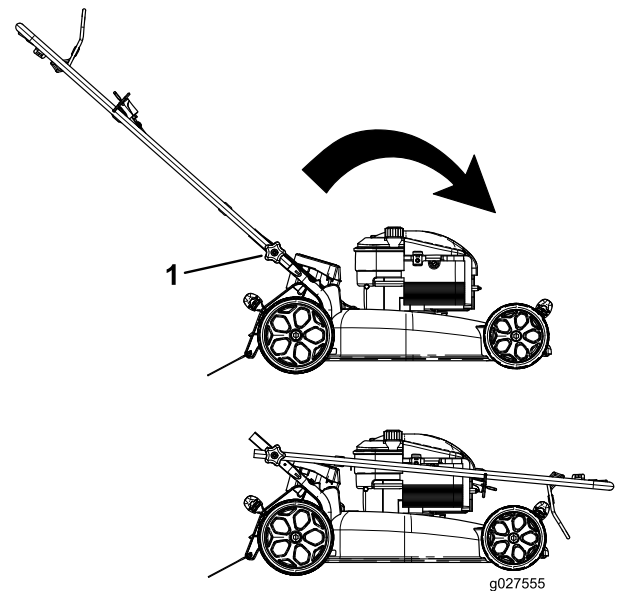

Figura 32
1. Afloje los pomos del manillar hasta que pueda mover el manillar libremente (Figura 32).
1. Pomo del manillar (2)
2. Mueva del manillar hacia adelante según se indica en Figura 32.